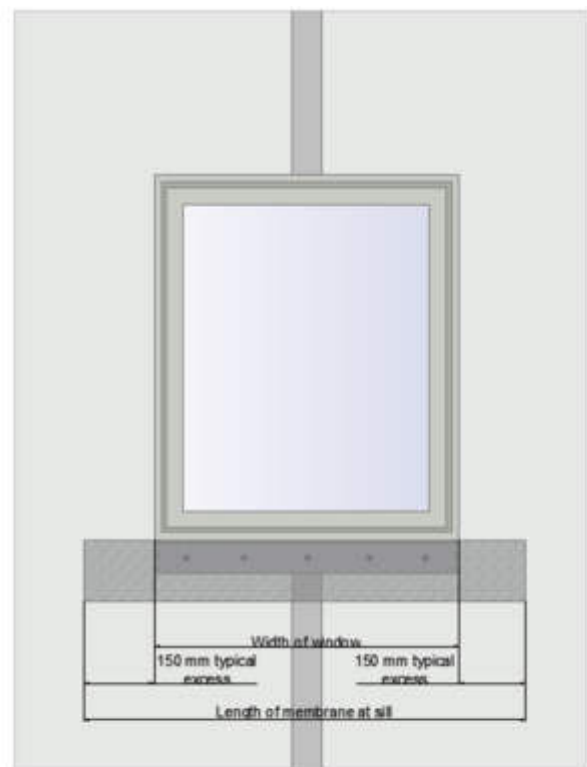

Figura 2
- Para la longitud de la membrana, mida la anchura del marco de la ventana y añada un exceso de 150 mm a cada lado del marco y corte a la longitud requerida. (Figura 2).